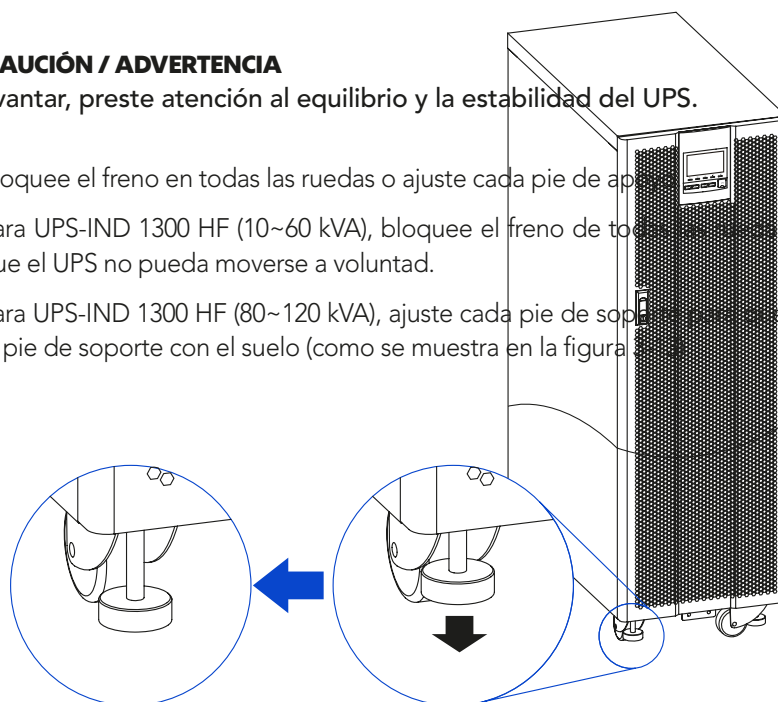

Figura 3-13 Ajuste los soportes
- Para UPS-IND 1300 HF (80~120 kVA), ajuste cada pie de apoyo para que quede paralelo al pie de soporte con el suelo (como se muestra en la figura 3-13).